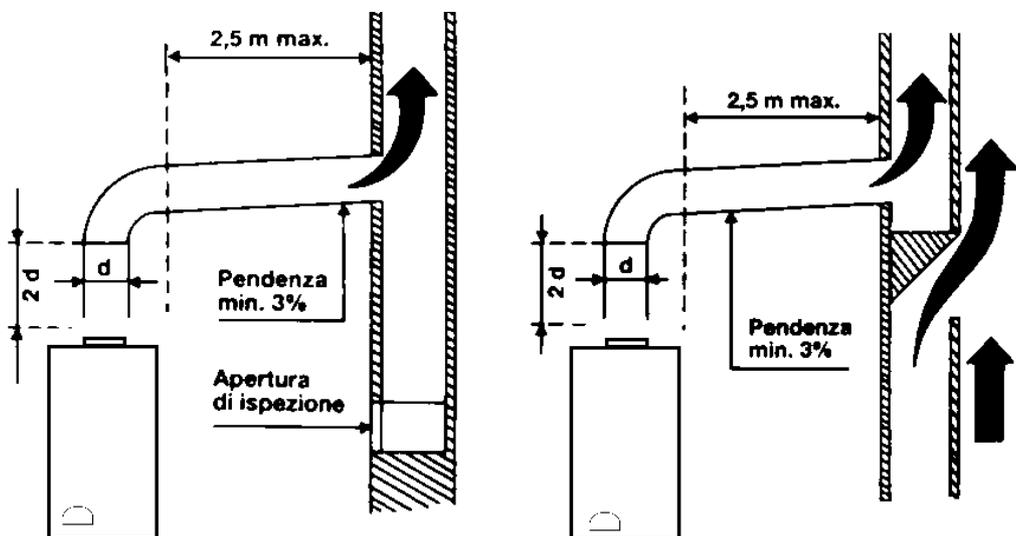

Figura 2-7
- avere dopo il tratto verticale, per tutto il percorso rimanente, andamento ascensionale, con pendenza minima del 3%. La parte di andamento sub-orizzontale non deve avere una lunghezza maggiore di $\frac{1}{4}$ dell'altezza efficace H del camino o della canna fumaria, e comunque non deve avere una lunghezza maggiore di 2,5 m (vedi Figura 2-7), salvo verifica secondo il metodo generale di calcolo di cui alle norme UNI vigenti;